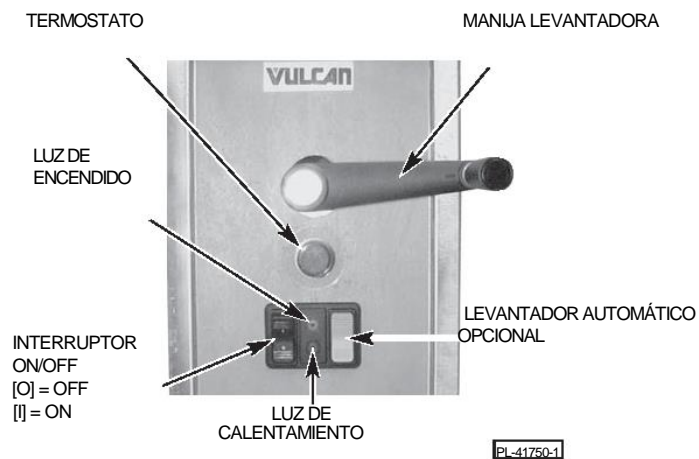

Fig. 3
Controles (Fig. 3)
Controles (Vea la Fig. 3)
2. El levantamiento está controlado por el interruptor gris localizado en el panel de control (Vea la Fig. 3).